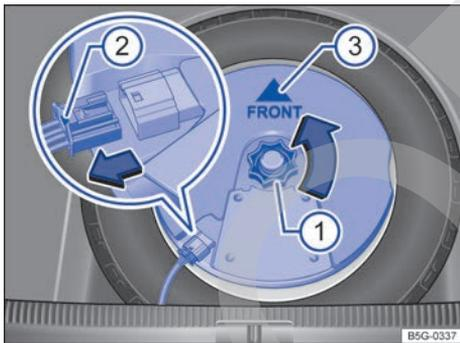

Fig. 219 En el maletero: desmontar el subwoofer (variante 2).
- Desenrosque la ruedecilla → fig. 219 ① en el sentido contrario al de las agujas del reloj (flecha).
- Para desbloquear el conector, presione el bloqueo que hay en el extremo del conector ②.
- Coloque el subwoofer en la base de la llanta con cuidado. Al hacerlo, la punta de la flecha "FRONT" → fig. 219 ③ que hay en el subwoofer deberá señalar hacia delante.
- Acople el conector hasta que el bloqueo ② encastre de forma audible.
- Enrosque la ruedecilla ① en el perno roscado en el sentido de las agujas del reloj hasta que el subwoofer quede bien fijado.